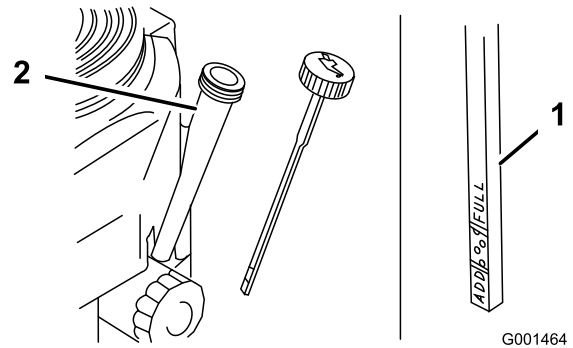

Bild 17
3. Reinigen Sie den Bereich um den Ölpeilstab (Bild 17).
4. Nehmen Sie den Ölpeilstab heraus und wischen das Ende ab (Bild 17).
5. Schieben Sie den Peilstab ganz in das Peilstabrohr, drehen Sie ihn jedoch nicht in den Einfüllstutzen (Bild 17).
6. Ziehen Sie den Peilstab wieder heraus und prüfen Sie das Stabende. Der Ölstand sollte zwischen der Nachfüll- und Voll-Marke sein (Bild 17).